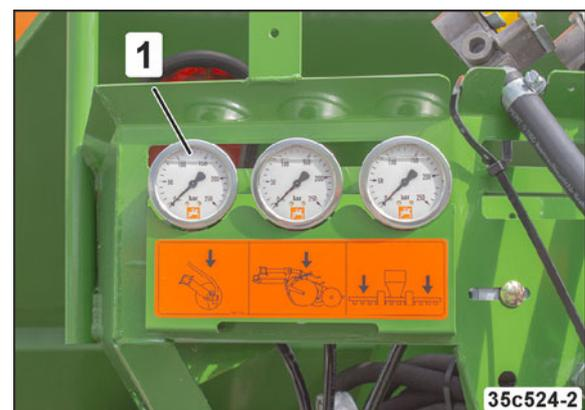

Fig. 113
- vom Traktorsitz aus am Manometer (Fig. 113/1).